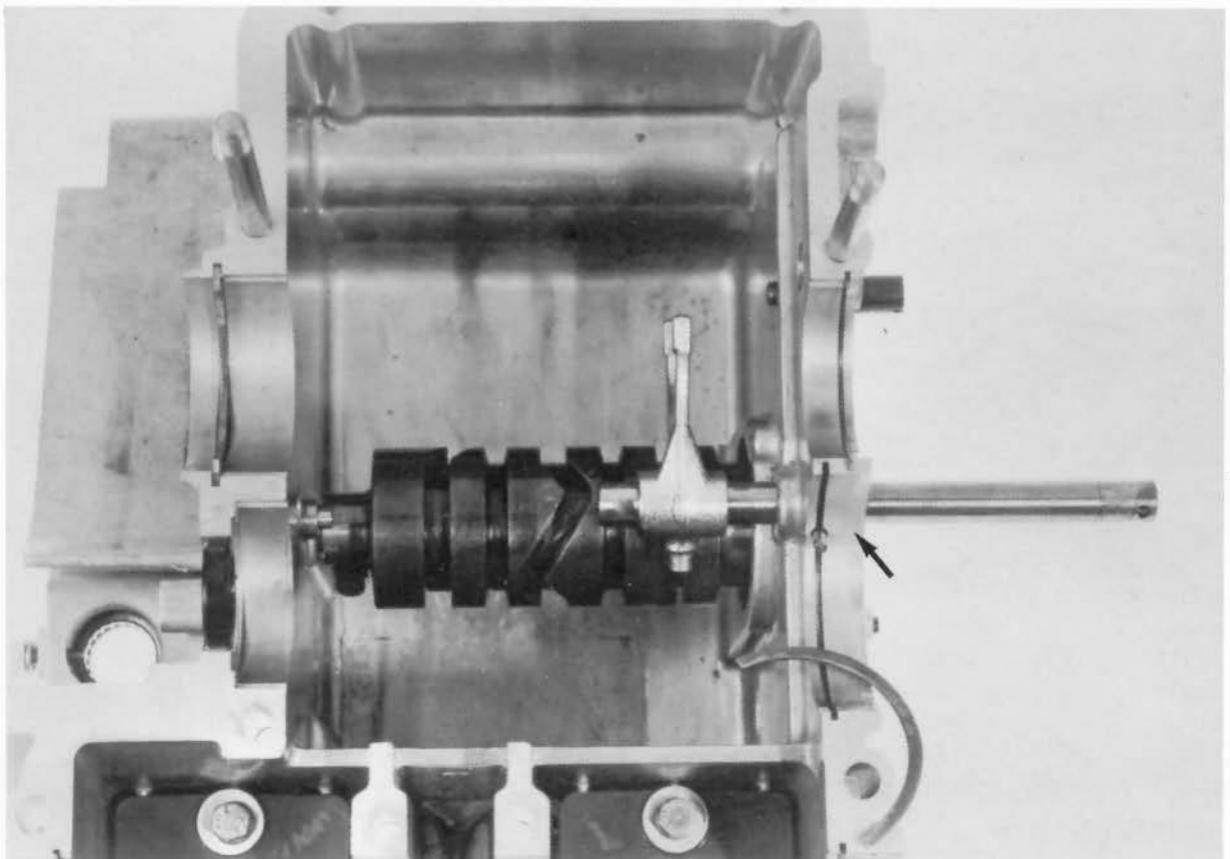

Fig. 136
- 12) Togliere la spina di fissaggio ($\varnothing$ 4 mm) (Fig. 136) ed estrarre il perno di guida delle forcelle liberandole. (Il perno di guida ha all'estremità esterna un foro filettato M6 (mm 6 - 1) in cui avvitare un bulloncino per facilitare l'estrazione).
- 12) Remove the 4 mm dowel pin (Fig. 136) and extract the guide pin of the gear shift forks. (The guide pin outer end has a threaded hole — 6 mm dia 1 mm pitch — in which can be screwed a bolt to aid the removal).